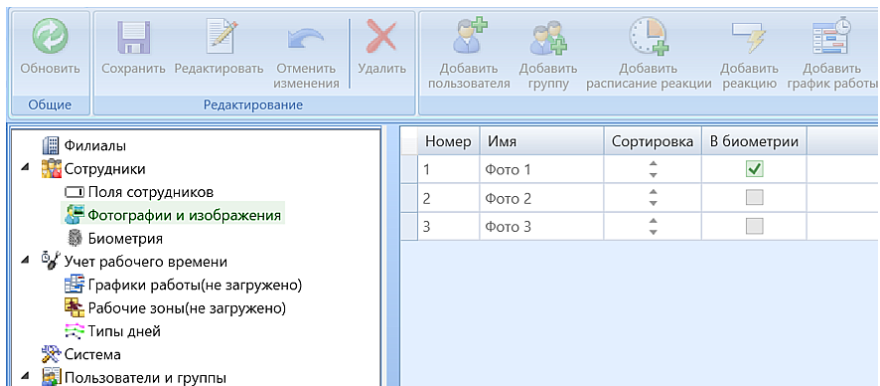

Рис. 13. Выбор эталонного фото сотрудника для распознавания
1. В разделе «Фотографии и изображения» через кнопку «Редактировать» отметьте флажком одно фото сотрудника, которое будет использоваться для распознавания лица (рис. 13). Отмечайте только одну фотографию.